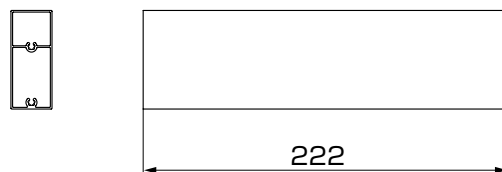

図3-1 隙間カバー上下枠
①隙間カバー上下枠(出荷時は222mm)を必要寸法に切詰めてください。(図3-1参照)